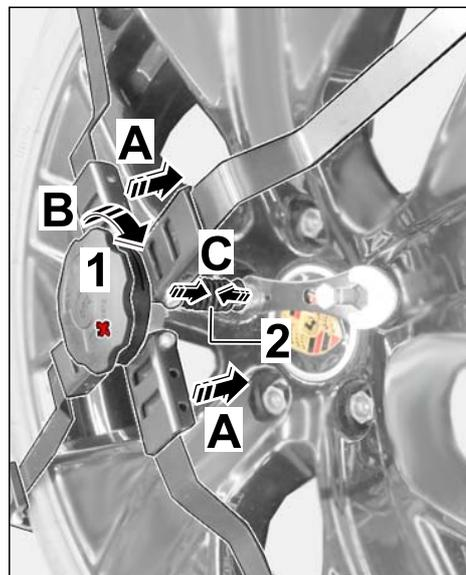

Fig. 10
2.3.2 Presser la chaîne à neige au niveau du bouton rotatif sur la roue arrière (⇒ Fig. 10-A).
Ce faisant, tourner le bouton rotatif vers la droite (signe Plus "+" ⇒ Fig. 10-B-) jusqu'en butée, jusqu'à ce que le soufflet soit comprimé (⇒ Fig. 10-C-).